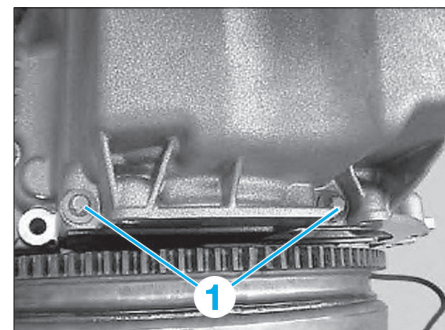
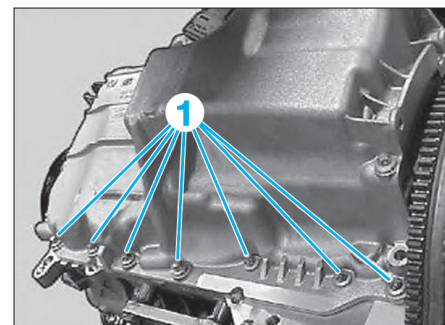
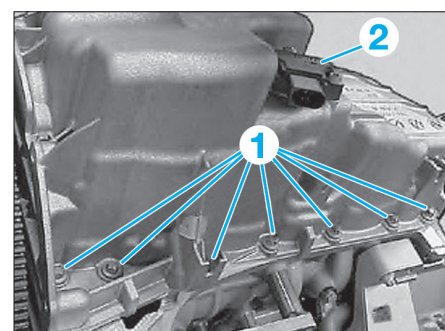
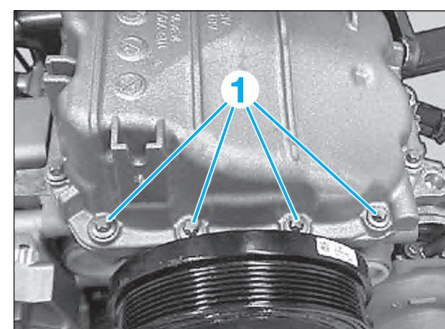

Fig. 23
Fig. 24
Fig. 25
Fig. 26
- Déposer les vis (1) (Fig.23), (Fig.24), (Fig.25), (Fig.26)
- Déconnecter le capteur de niveau d'huile (2) (Fig.25).